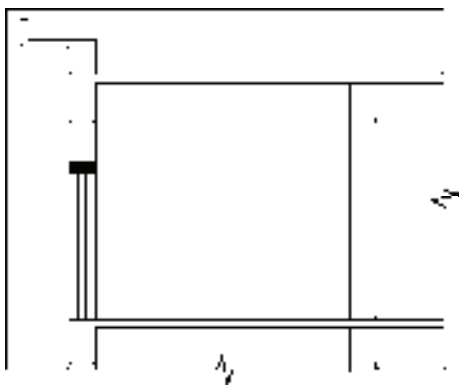

图 12-89 打开素材
1) 按〈Ctrl+O〉组合键, 打开配套光盘提供的“第 12 章/12.4.3 向内加粗.dwg”素材文件, 如图 12-89 所示。